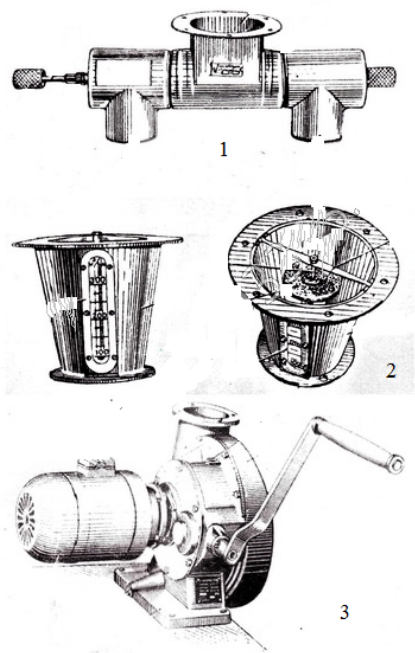

Рис. 1. Комплектация ФВА-49
3.1. Вентилятор ЭРВ-49. (См. рис. 1.а)